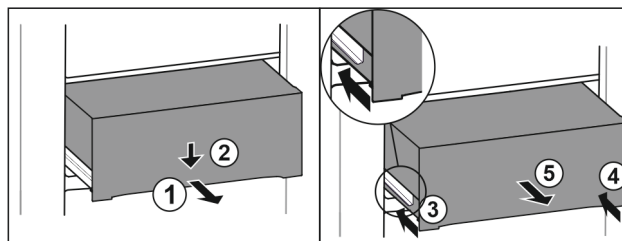

Fig. 108
- ▶ Dra ut utdragslåda till hälften. Fig. 108 (1)
- ▶ Tryck utdragslådan på framsidan nedåt. Fig. 108 (2)
- ▶ Skjut in vänster skena ca 2 cm. Fig. 108 (3)
- ▶ Skjut in höger skena ca 2 cm. Fig. 108 (4)
- ▶ Ta ut utdragslåda genom att dra den framåt. Fig. 108 (5)